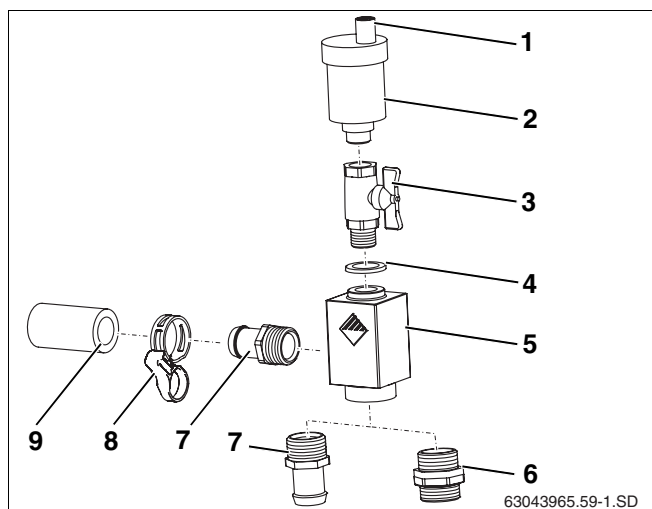

Fig. 37 Contenu de livraison du kit de purge universel
L'installation solaire est purgée par l'ouverture du capuchon (fig. 37, **pos. 1**). Pour empêcher la pénétration d'humidité par du capuchon dans l'installation solaire, le capuchon de protection contre les intempéries (fig. 37, **pos. 1**) doit toujours être placé sur le purgeur lorsque l'installation est en marche.